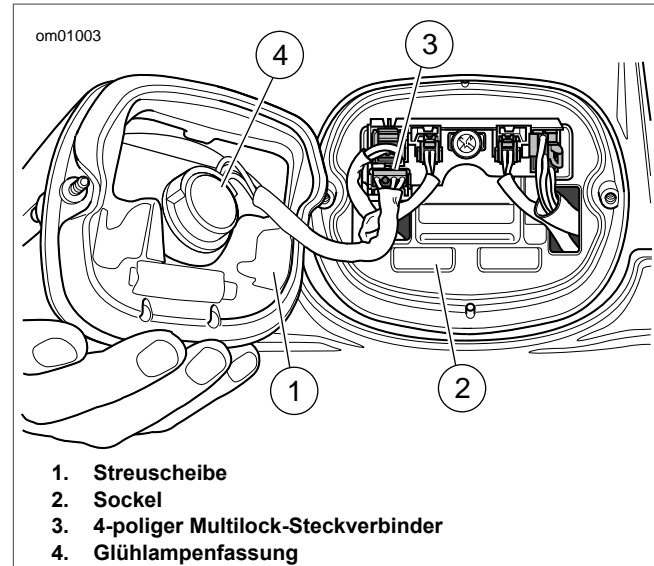

Abbildung 55. Baugruppe Schlussleuchte
1. Siehe Abbildung 55. Die zwei Schrauben und die Streuscheibe vom Sockel entfernen.